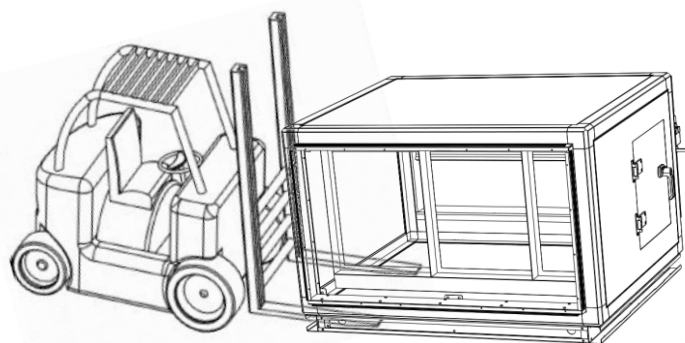

图 2.2 机组水平搬运方法示意
- 机组在平整的地面搬运时推荐使用叉车方式运输，详见图2.2。叉车应该作用于机组底座或木架，避免损坏机组。